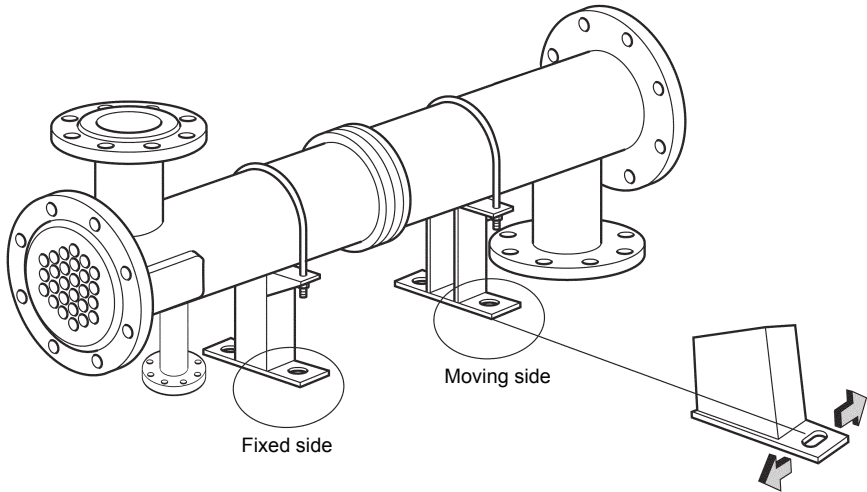

图6
4.7 一端的地脚螺栓不要拧死，以便换热器一端可以自由膨胀收缩（图6）。